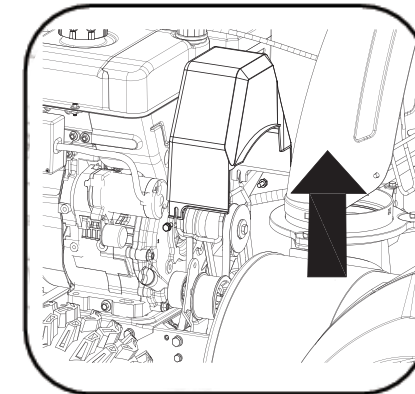

Рисунок 20
1. Снять кожух ремня на передней части двигателя, открутив два самореза (см. Рисунок 20).